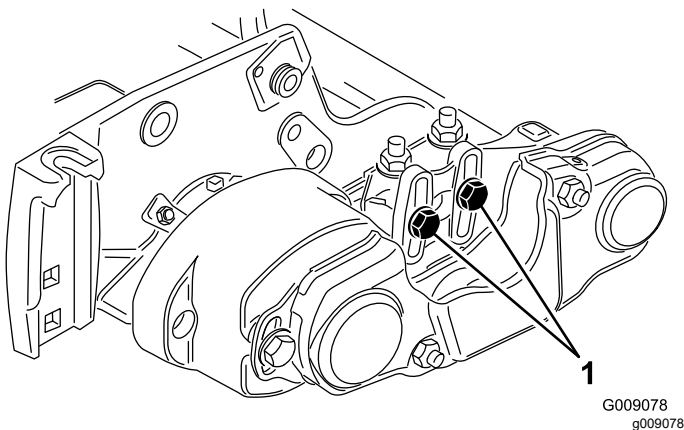
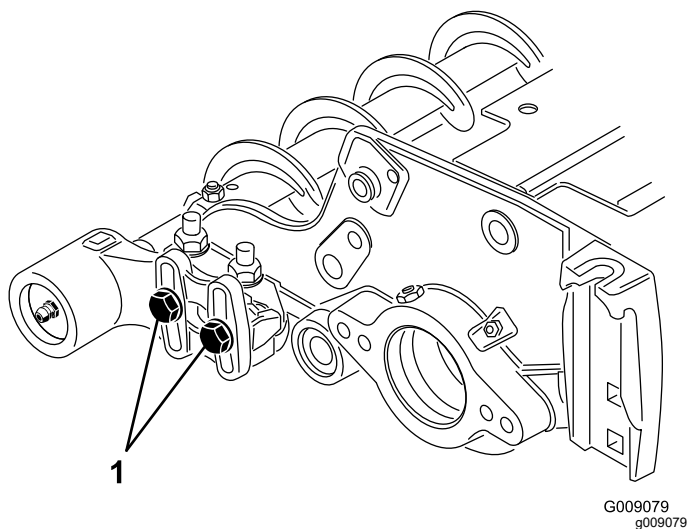

Figure 12
Figure 13
15. Desserrez les 2 boulons qui fixent chaque logement de roulement de la brosse de rouleau au support de montage de la brosse de rouleau (Figure 12 et Figure 13).